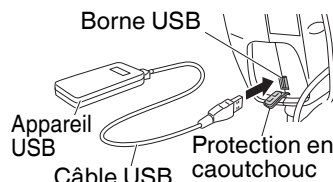

Fig. 14
3. Branchez le câble USB (Fig. 14)